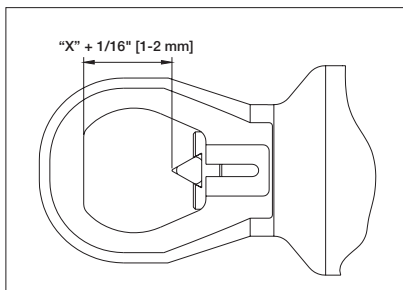

图 6
4. 转动切割头，直至切割头平面部分到刀头刀尖的距离，为之前第 1 步测得螺母到螺栓距离加 1 到 2 mm (1/16")。参见图 6。